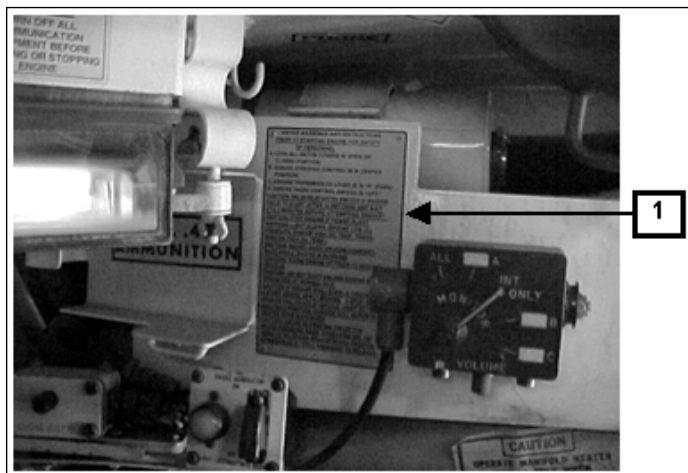

Fig 11-12. Lista de observações no compartimento do motorista
11-6. PARTIDA DO MOTOR (Fig 11-12 a 11-20)
a. Condições normais - As observações afixadas no lado direito do Motr (1) e a lista de procedimentos da viatura contém maiores detalhes sobre o acionamento do motor.
- (1) Aplicar o freio.
- (2) Fechar as válvulas de dreno do compartimento de combate e do motor.
- (3) Assegurar-se que a alavanca de direção está centrada. Se isso não ocorre, informar ao pessoal da manutenção.
- (4) Empurrar a alavanca do estrangulador manual (2) para baixo (Fig 11-12) e prender com o clip de segurança (3).